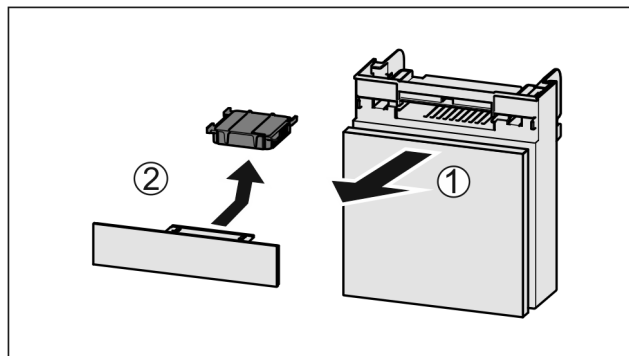

Fig. 48
- ▶ Издърпайте Fig. 48 (1) напред отделението.
- ▶ Извадете Fig. 48 (2) филтърът с активен въглен.